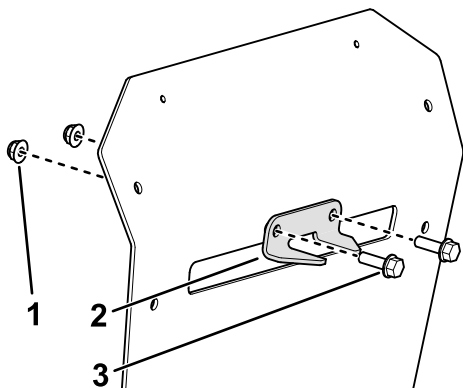

Figure 13
2. Fixez le support de stabilisation à la protection arrière au moyen de 2 boulons de carrosserie (5/16" x 1") et 2 contre-écrous (5/16"), comme montré à la Figure 13.